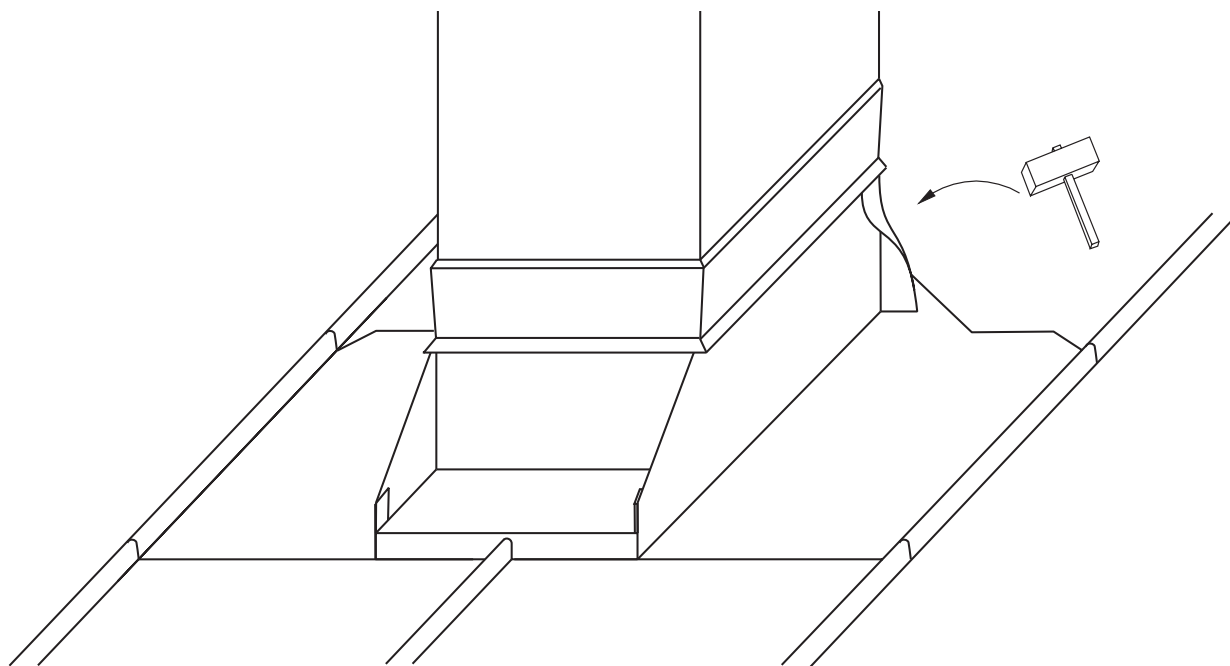

Рисунок 13
- Обработайте киянкой верхние части получившихся отбортовок (рис. 13).